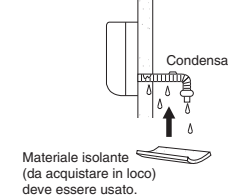

Fig. 3-70
- (c) Se il tubo flessibile di scarico corre nella stanza, isolare il tubo con isolamento* affinché la condensa raffreddata non danneggi mobili o pavimenti. (Fig. 3-70)